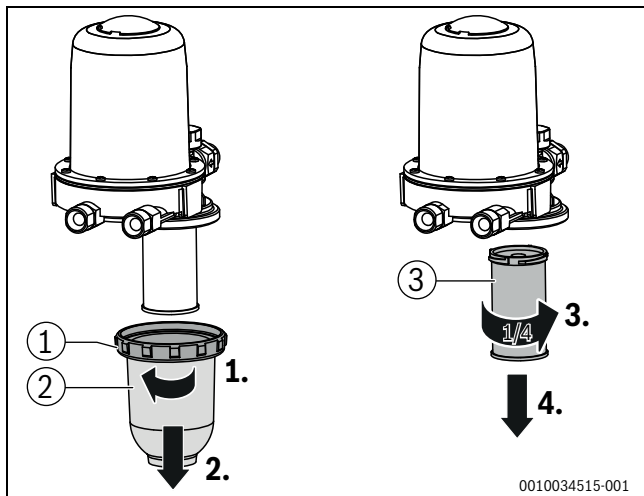

Bild 80 Filtertasse entfernen
- Überwurfmutter (→ Bild 80[1]) entfernen.
- Filtertasse (→ Bild 80, [2]) abnehmen.
- Ölfiltereinsatz (→ Bild 80, [3]) mit einer Viertel-Umdrehung gegen den Uhrzeigersinn lösen.
- Ölfiltereinsatz (→ Bild 80, [3]) ansetzen und mit einer Viertel-Umdrehung im Uhrzeigersinn befestigen.
- Filtertasse mit Überwurfmutter (→ Bild 80, [1] und [2]) montieren.